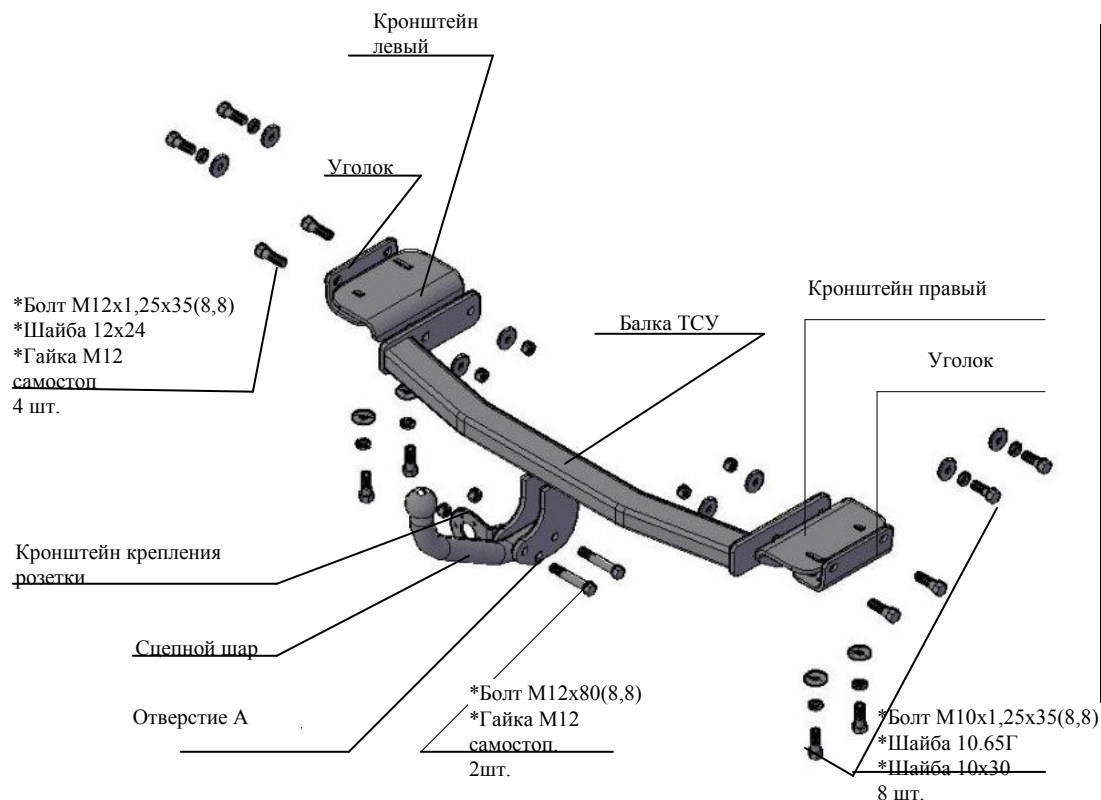

Рис.1 Тягово-сцепное устройство ТСУ 7312 .
2.1 ТСУ 7312 в сборе (рис.1)	1 шт.
2.2 Пакет с комплектующими (см. рис.1)	1 шт.